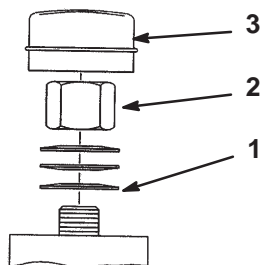

Figure 63
- Retirez le capuchon anti-poussière de la roue et serrez le contre-écrou (Fig. 63).
- Continuez de le serrer jusqu'à ce que les rondelles élastiques soient aplaties, puis desserrez-le de 1/4 de tour pour obtenir la précharge correcte des roulements (Fig. 63).
**Important** Veillez à installer les rondelles comme illustré à la Figure 63.